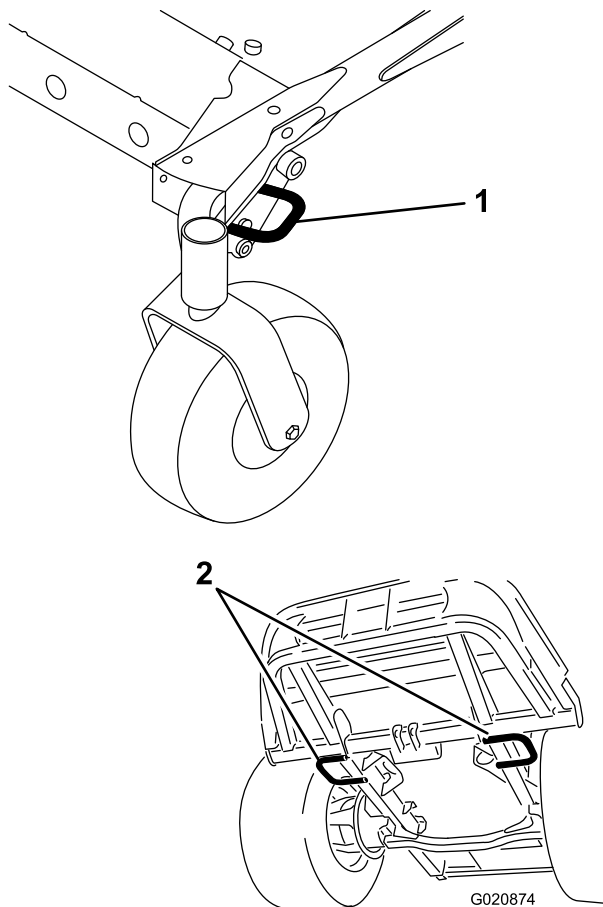

図 36
- (また、トレーラやトラックに機械を載せて運搬する場合には、地域の交通規則にしたがって、ロープ、チェーン、ケーブルなどで確実に機体を固定してください 図 36。